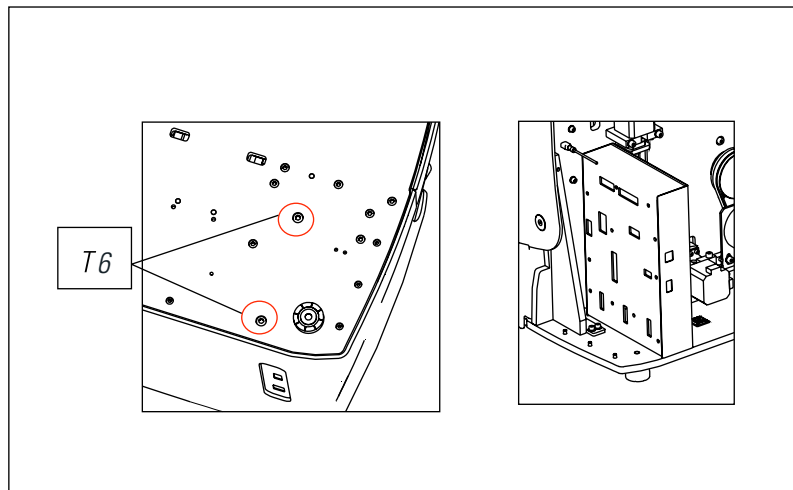

FIG. 22
- 3) Soltar los dos tornillos (T6) con una llave allen de 5. (Fig.22)